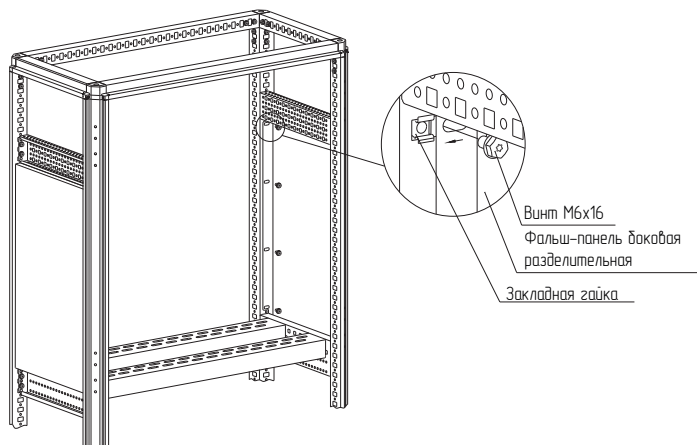

Рисунок 44
– вариант 2. Набором «закладная гайка М6 – винт М6х12 – шайба 6». Для этого предварительно установить закладные гайки в квадратные отверстия вертикальных дополнительных стоек и закрепить фальш-панель боковую разделительную винтами М6х16 с шайбами 6 (рисунок 44). Момент затяжки – 7 Н·м. Набор крепежа приобрести отдельно.